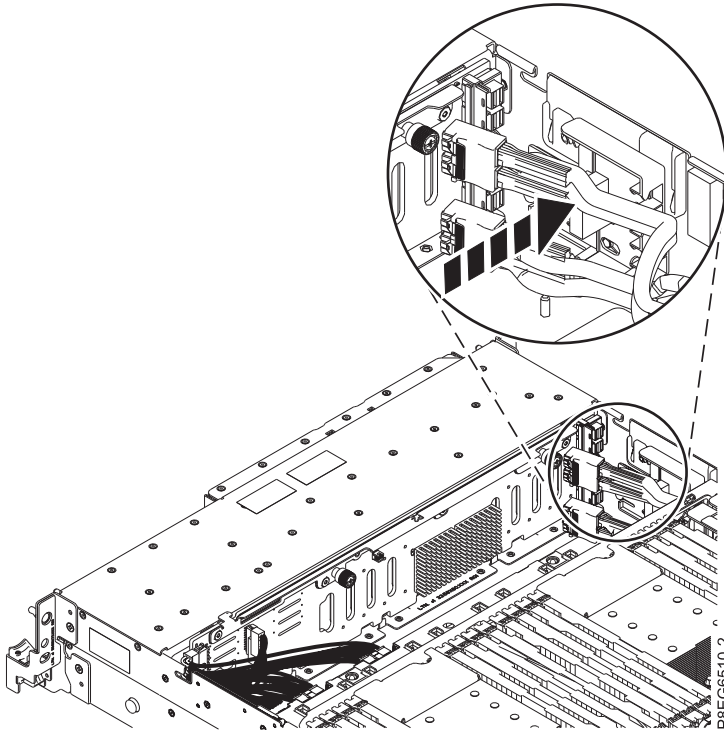

Abbildung 5. Vorderes SAS-Kabel wieder in den Führungsblock einsetzen
8. Setzen Sie das vordere SAS-Kabel wieder in den Führungsblock an der Seite des Chassis ein, wie es in Abb. 5 auf Seite 8 dargestellt ist.